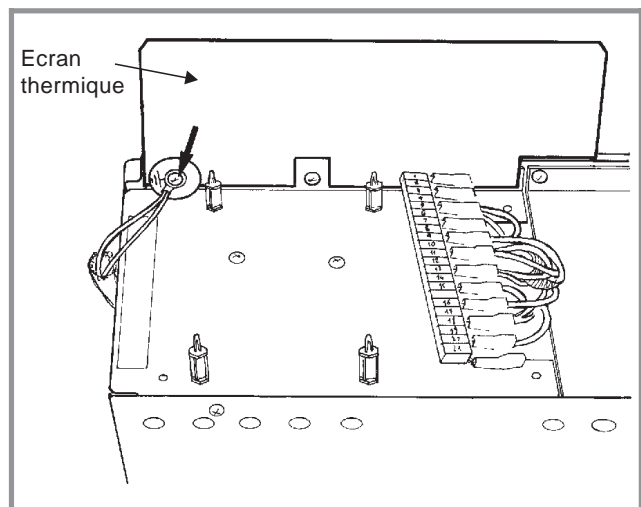

Fig. 20 - Ecran thermique
- Vérifier que l'écran thermique est bien fixé sur le carter supérieur (fig. 20).